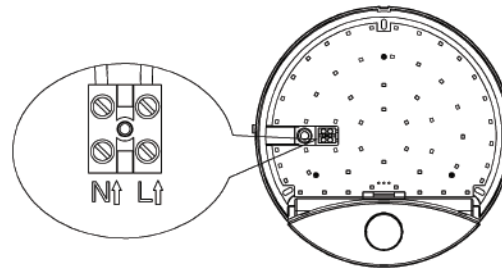

FIG. 2
- Pass tela të energjisë nëpër vrima në bazë. Lidhë tela me produkt sipas diagram. /Figure 2/.